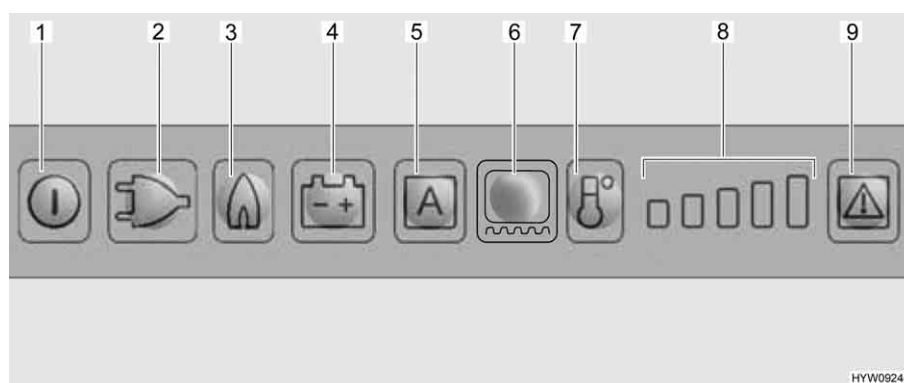

Fig. 138 Frigorifero Dometic con quadro comandi a LED
Selezionando il funzionamento a gas, il dispositivo di sicurezza si apre automaticamente, così che il gas possa fluire al bruciatore. Contemporaneamente si inserisce l'accenditore elettronico. Se la fiamma del gas si spegne, ad es. a causa di un colpo di vento, l'accenditore viene subito azionato riaccendendo il gas. In caso di guasto del funzionamento a gas, i tasti luminosi relativi a gas (Fig. 138,3) e guasto (Fig. 138,9) lampeggiano e viene emesso un segnale acustico per 20 secondi.
- Premere il tasto On/Off (Fig. 138,1) per circa 2 secondi. Il frigorifero si accende e viene visualizzato l'ultima modalità di funzionamento selezionata.
- Premere il tasto luminoso per il tipo di funzionamento desiderato (Fig. 138,2 - 4) o la modalità automatica "AES" (Fig. 138,5) (solo per versione AES).
- Regolare la temperatura di refrigerazione con il tasto di livello di refrigerazione (Fig. 138,7). L'indicazione del livello di refrigerazione (Fig. 138,8) mostra la regolazione sul termostato.
- Premere il tasto On/Off (Fig. 138,1) per circa 2 secondi.
Dopo l'accensione il frigorifero seleziona automaticamente la regolazione intermedia del termostato. Questa regolazione può essere modificata manualmente tramite il tasto di livello di refrigerazione (Fig. 138,7). Ci vogliono alcune ore prima che il frigorifero raggiunga la temperatura normale di esercizio. Quando si commuta a un'altra modalità di funzionamento, la regolazione sul termostato viene mantenuta.
- Accendere il riscaldamento del telaio per 2 ore: Premere una volta il tasto luminoso per il riscaldamento del telaio (Fig. 138,6). Sull'indicazione del livello di refrigerazione (Fig. 138,8) si accende una barra.
- Accendere il riscaldamento del telaio per 5 ore: Premere due volte il tasto luminoso per il riscaldamento del telaio (Fig. 138,6). Sull'indicazione del livello di refrigerazione (Fig. 138,8) si accendono due barre.
- Regolazione del riscaldamento del telaio ad esercizio continuo: Premere tre volte il tasto luminoso per il riscaldamento del telaio (Fig. 138,6). Sull'indicazione del livello di refrigerazione (Fig. 138,8) si accendono tre barre.
L'indicazione del livello di refrigerazione (Fig. 138,8) indica per alcuni secondi la durata di esercizio del riscaldamento del telaio.
In caso di guasto, il tasto luminoso Guasto (Fig. 138,9) lampeggia. Lampeggia inoltre uno dei tasti luminosi della modalità di funzionamento o l'indicazione del livello di temperatura. Viene emesso anche un segnale acustico. Per le note sulla visualizzazione degli errori e la loro eliminazione, vedi capitolo 14.
- ▷ Dopo aver eliminato un guasto del funzionamento a gas, premere il tasto luminoso Reset (Fig. 138,9).